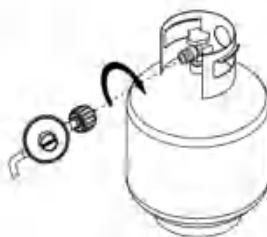

Figure 25
5. Lors du raccordement du régulateur et des éléments du tuyau à la soupape de la bonbonne, serrer à fond à la main l'écrou de serrage rapide dans le sens horaire (Fig.25). Ne pas utiliser une clé pour éviter d'abîmer l'écrou de serrage rapide et provoquer une condition dangereuse.